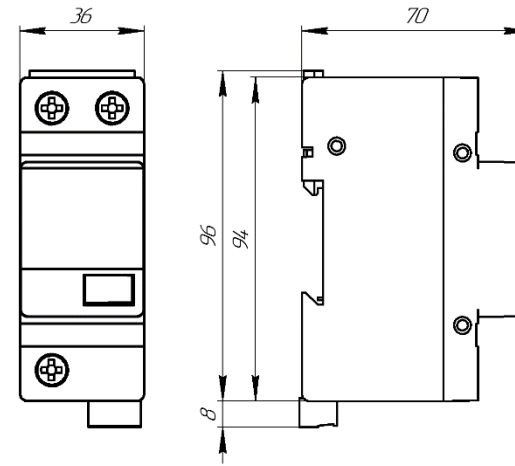
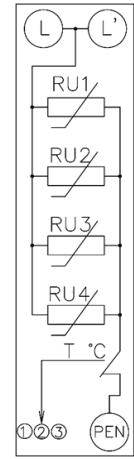

Рисунок 1 - Габаритные размеры УЗИП с диагностическими контактами
Рисунок 2 - Принципиальная электрическая схема УЗИП с диагностическими контактами
1.4.4 Габаритные размеры УЗИП с наличием диагностических контактов представлены на рис. 1. Принципиальная электрическая схема данных УЗИП представлена на рис. 2.